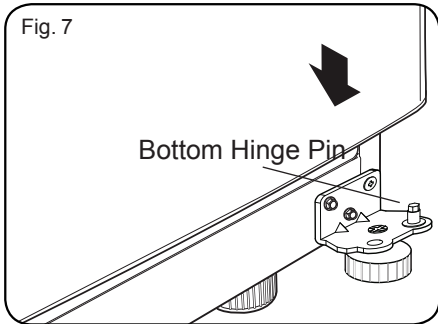

Fig. 7
- Set door on Bottom Hinge Pin (See Figure 7).